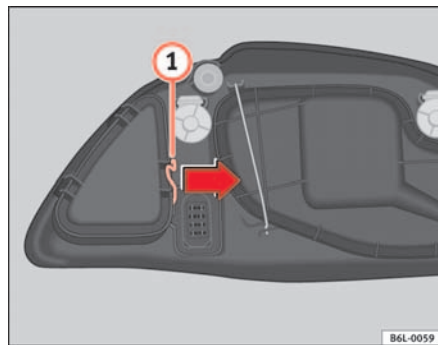

Fig. 146 Feu clignotant
- Déplacez le tirant ① ⇒ fig. 146 dans le sens de la flèche puis retirez le cache.